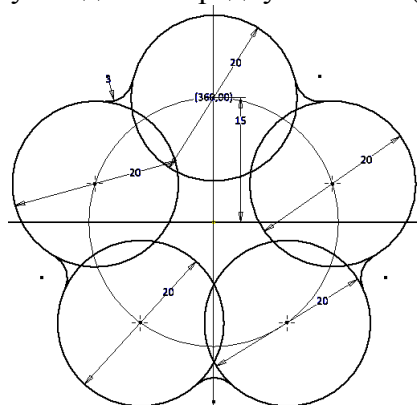

Рис. 4.5. Массив с сопряжениями элементов
7. Аналогично постройте последовательно сопряжения других окружностей. Вместо размера дуги можно использовать связь «Равенство» . Для этого нужно указать построенную дугу, а затем дугу с заданным радиусом 3 мм (рис. 4.5).